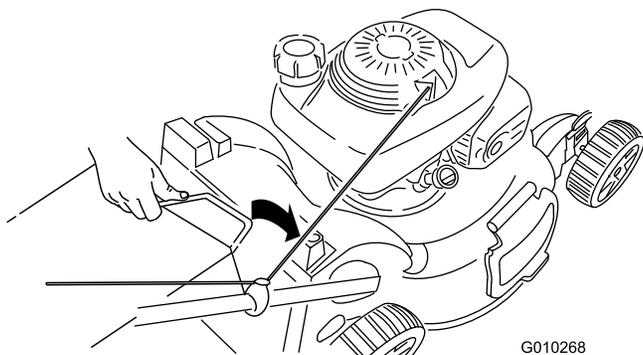

Figura 26
- Inserite la maniglia del cesto di raccolta nelle scanalature presenti sulla parte superiore del tosaerba (Figura 26).